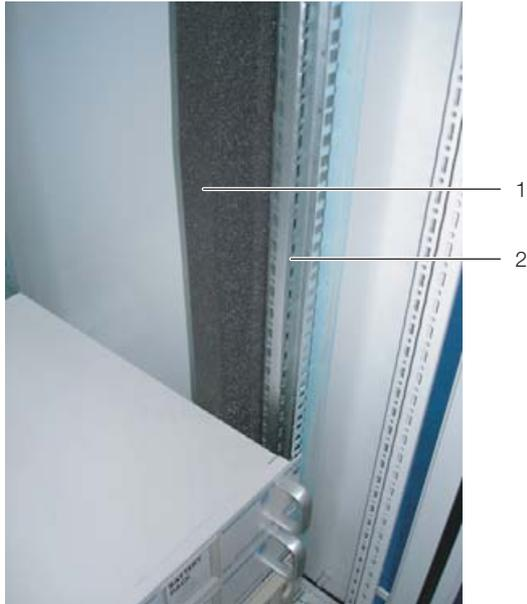

Abb. 22: Schaumstoffstreifen an einer Stütze des Serverracks
- Befestigen Sie den breiteren der beiden Schaumstoffstreifen (Best.-Nr. 3301.370 / 3301.320) aus dem Zubehör des Liquid Cooling Package von außen an einer der vorderen Stützen des Serverracks (Abb. 22). Achten Sie darauf, dass Sie diesen Streifen auf der Seite des Serverschranks anbringen, auf der das Liquid Cooling Package angereicht wird.
- **Wenn Sie das Liquid Cooling Package nur an einer Seite anreihen:** Befestigen Sie den schmaleren (Best.-Nr. 3301.380 / 3301.390) der beiden Schaumstoffstreifen aus dem Zubehör des Liquid Cooling Package von außen an einer der vorderen Stützen des Serverracks (Abb. 22). Achten Sie darauf, dass Sie diesen Streifen auf der Seite des Serverschranks anbringen, auf der der Schrank wieder mit einer Seitenwand verschlossen wird.